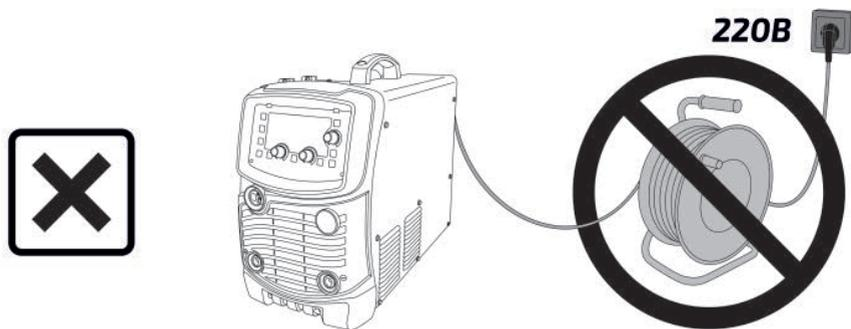

Рис. 6.3.2. Схема неправильного подключения и удлинения кабелей сварочного аппарата.
**Данный вид подключения (рис. 6.3.2) приводит к выходу сварочного аппарата из строя!**